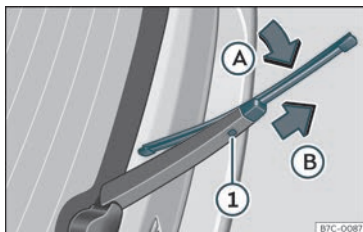

Fig. 39 Substituição da escova do limpaa-vidros traseiro.
- Rode ligeiramente a escova >>> **Fig. 39** (seta A).
- Mantenha pressionado o botão de desbloqueio ❶ puxando pela escova no sentido da seta B.
- Introduza uma escova nova no braço limpaa para-brisas **com o mesmo comprimento e características**, no sentido contrário à seta B até que encaixe o botão ❶.